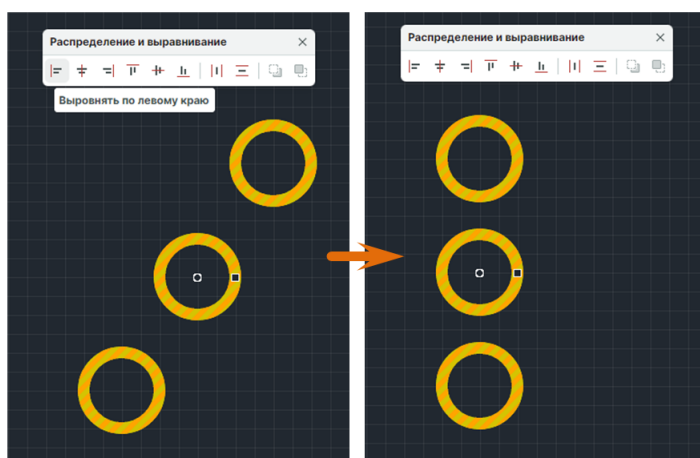

Рис. 293 Выравнивание по левому краю
2. На панели «Распределение и выравнивание» выберите инструмент «Выворнять по левому краю», который обозначен иконкой , см. Рис. 293.